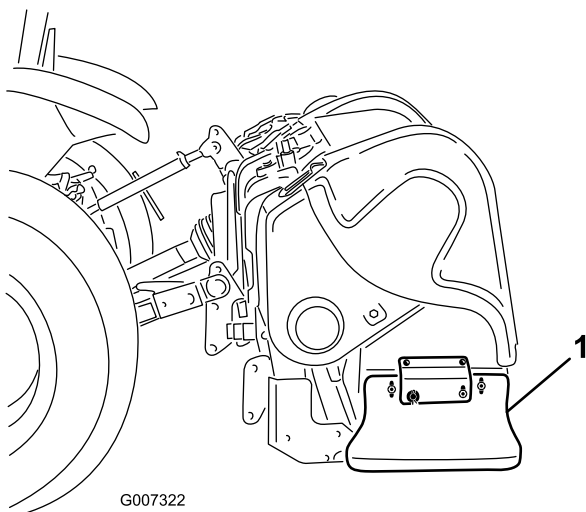

Figura 35
1. Allentate i bulloni e i dadi che assicurano il carter laterale al telaio (Figura 35).